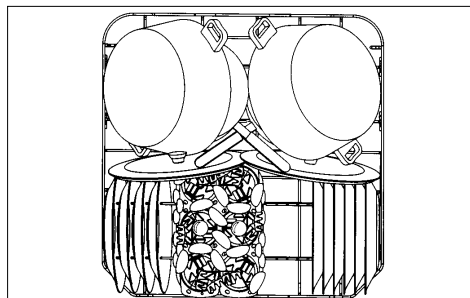

fig. 9
**Chargement du panier inférieur (voir fig. 9)**